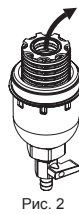

Рис. 2
- Вынуть фильтрующий элемент (рис. 2)
- Filtergewebe entnehmen (Bild 2)